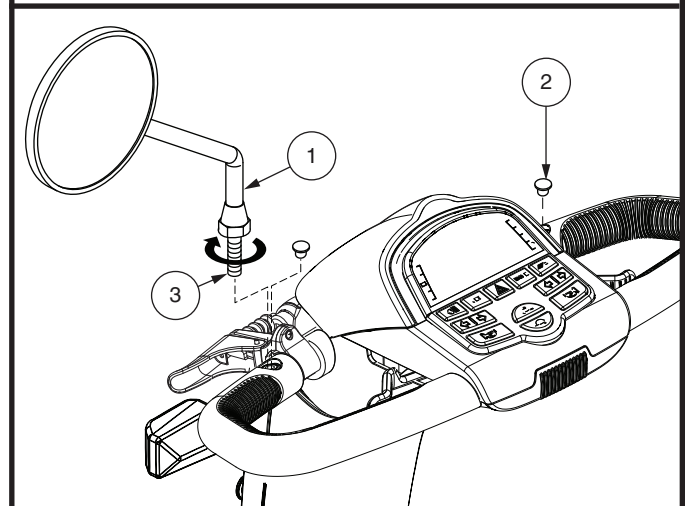

Figure 18. Installation et positionnement du miroir
**Pour installer le miroir (voir la figure 18):**